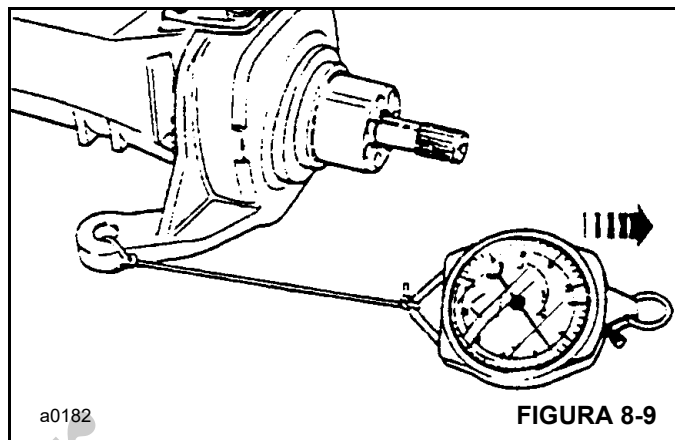

FIGURA 8-9
6. Mida el par de rodamiento del eje (Figura 8-9). La indicación debe ser de 0.5 a 1 Nm (0.37 a 0.74 lb-pie) más que la registrada en el paso 1.
8. Conecte una balanza de resorte (Figura 8-9) al adaptador giratorio de oruga y gire el adaptador giratorio. Apriete los pernos del muñón superior 26 para eliminar la flotación del extremo, pero sin la precarga del cojinete (es decir, sin aumento en la indicación de la balanza de resorte).